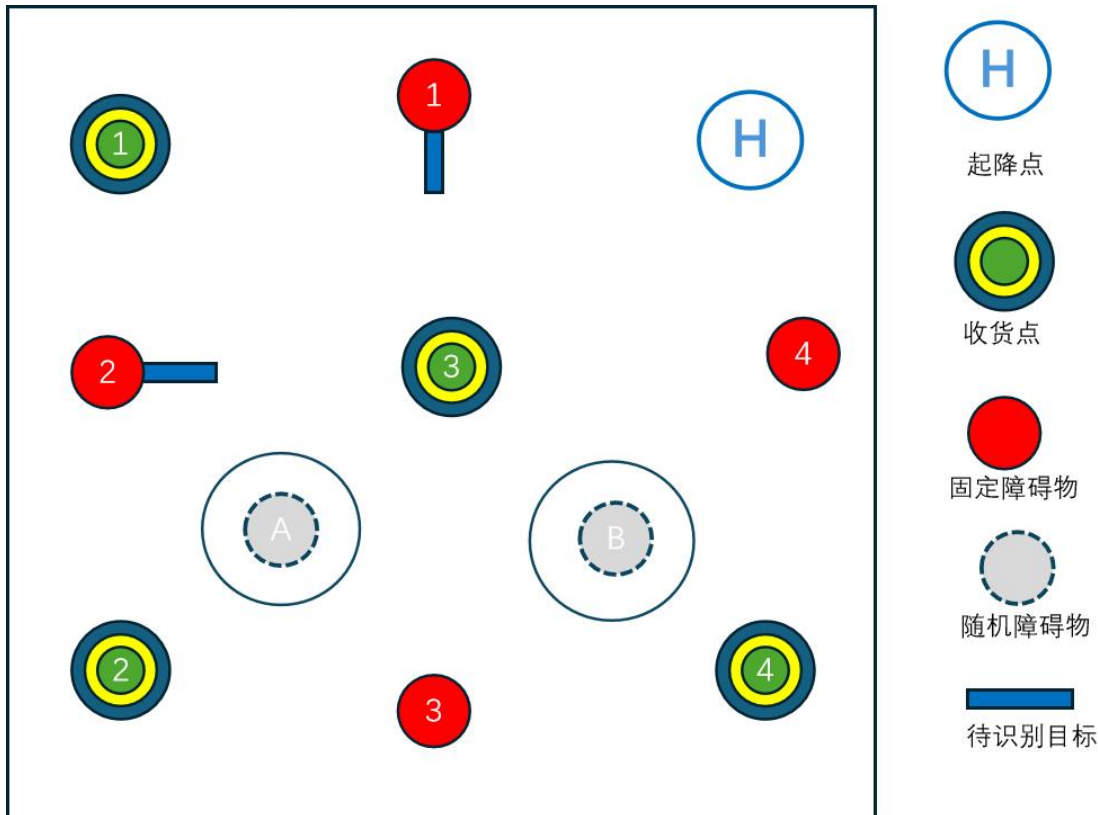

图 3.1 比赛地图参考
1. 比赛场地为长宽高 5m\*5m\*2m 如图 3.1。